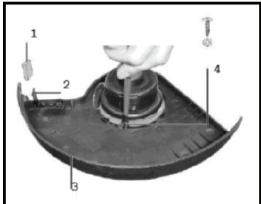

Рис.2
2. Закрепите защитный кожух на нижней части триммера и прикрепите его прилагаемыми винтами (4) (рис.2).